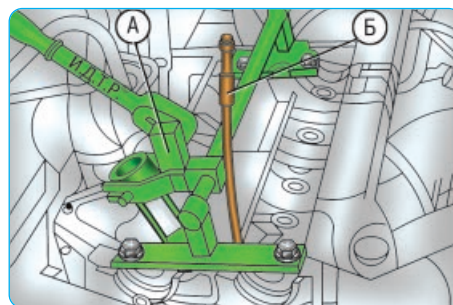

Рис. 5.31. Приспособления для снятия пружин клапанов: А – приспособление для сжатия пружин; Б – приспособление для подачи воздуха в свечное отверстие
Вам потребуются: все инструменты, необходимые для снятия крышки головки блока цилиндров (см. «Замена прокладки крышки головки блока цилиндров», с. 86), ремня (см. «Проверка и замена ремня привода газораспределительного механизма двигателя Duratec Ti-VCT объемом 1,6 л», с. 82) или цепи (см. «Замена цепи привода газораспределительного механизма двигателей Duratec-HE объемом 2,0 и 2,3 л», с. 83) привода газораспределительного механизма, распределительных валов (см. «Замена распределительных валов», с. 97), а также пинцет (или намагниченная отвертка) для извлечения сухарей из тарелок пружин клапанов, приспособление А (рис. 5.31) для сжатия пружин клапанов, приспособление Б для подачи воздуха в свечное отверстие (можно изготовить из неисправной свечи зажигания)...
7. Установите приспособления для снятия пружин клапанов на 2-й цилиндр двигателя, как показано на рис. 5.31.